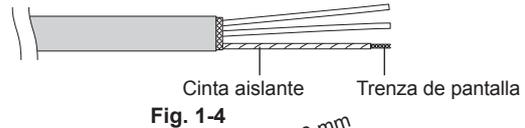

Fig. 1-4
- (2) Destrenzar la pantalla con cuidado y retorcer cuidadosamente los hilos del conductor, apretándolos. Aislar los hilos de la pantalla, metiéndolos en un manguito aislador o enrollando cinta aislante alrededor. Fig. 1-4